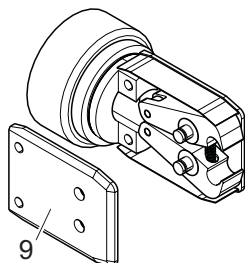

Fig. 28: Desmontaje de la placa lateral
6. Retire la placa lateral (Fig. 28/9).